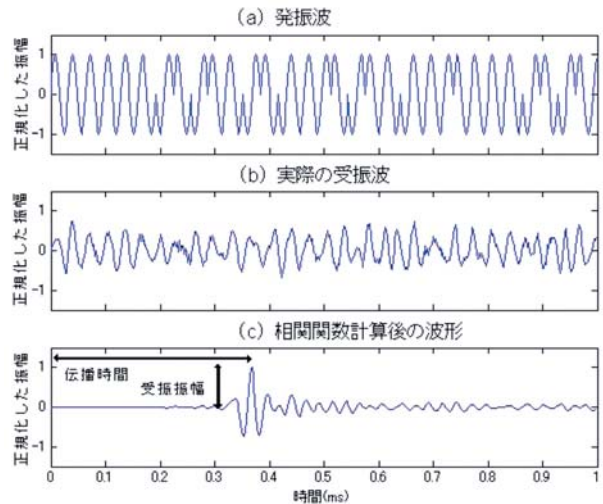
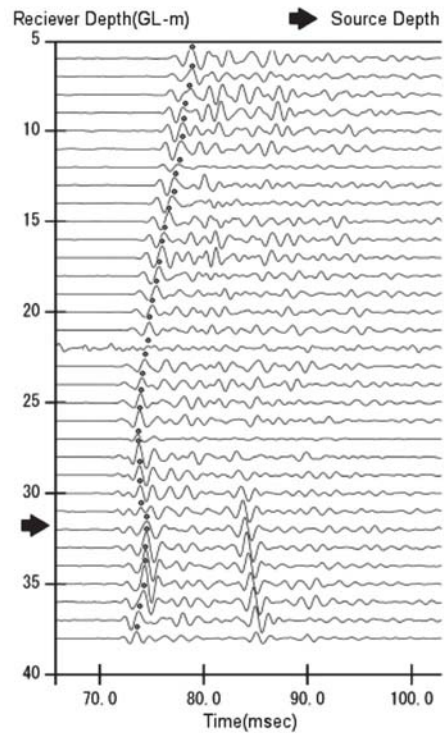

図3 疑似ランダム波の例
図4 埋立地における受振波形の例
疑似ランダム波はパルス圧縮と呼ばれる信号増幅手法の一つで、単一周波数の正弦波をベースとして位相変換により作成した連続波です。①発振波と受振波の相関関数がこの周波数に依存した波長をもつパルス波になること、②相関関数を行うことで信号を増幅するとともにノイズを除去できること、という特長があります。図3に発振波(a)、受振波(b)、相関関数計算後の波形(c)を示します。相関関数のピーク値となる時間(0.36ms)が到達時間、ピーク値の大きさが到達波の持つ受振エネルギーを表しています。実施例として、図4に埋立地(沖積粘性土と砂の互層)で計測した受振波(相関関数計算後)の波形図を示します。発振孔と受振孔の孔間距離は110mありましたが、従来手法では伝播させることが困難であった高周波数の波(1kHz)が伝播していることがわかります。